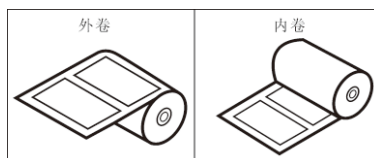

图7
- 2.如图7,有些介质滚轴是外卷的,有些则是内卷的。详见下图所示,这两种类型的介质都需要打印面朝上载入。